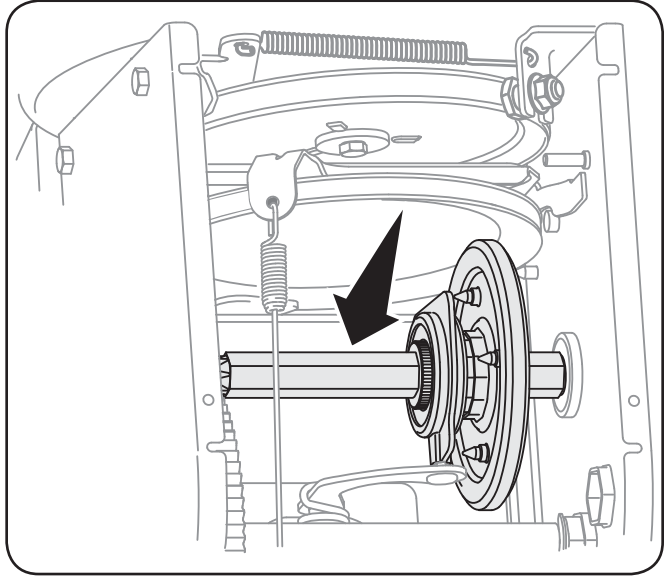

Figure 6-4
4. Appliquez une légère couche de pâte anti-grippant sur l'arbre hex. Voir la Figure 6-4.